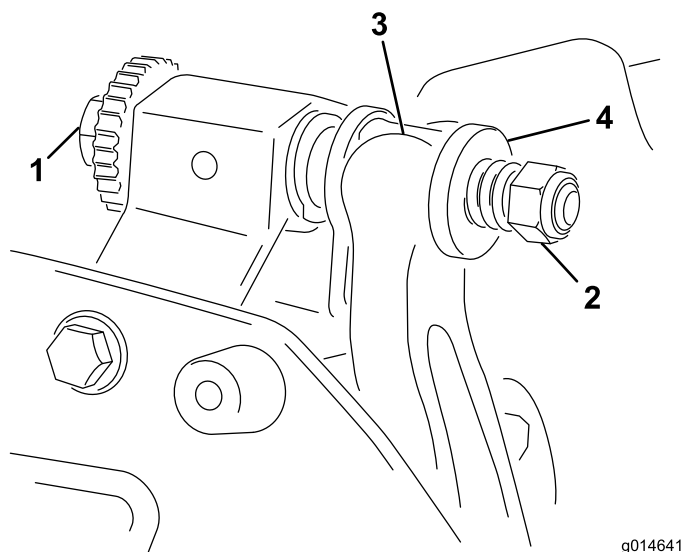

図 20
- ベッドバー調整ねじを左に回してベッドナイフとリールの接触をなくす 図 20。
- スプリングテンションナットをゆるめて、ワッシャがベッドバーを全く押さないようにする 図 20。
- ワッシャとベッドバー調整ねじとの間にベッドバーの固定用耳を入れる 図 20。